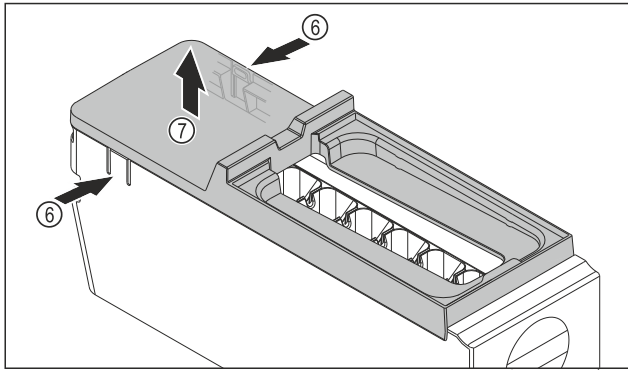

Fig. 113
- ▶ Wymagowanie osłony korpusu EasyTwist-Ice: Docisnąć jedną ręką nakładki Fig. 113 (6) po obu stronach korpusu EasyTwist-Ice.
- ▶ Drugą ręką wyjąć osłonę Fig. 113 (7) ku górze.